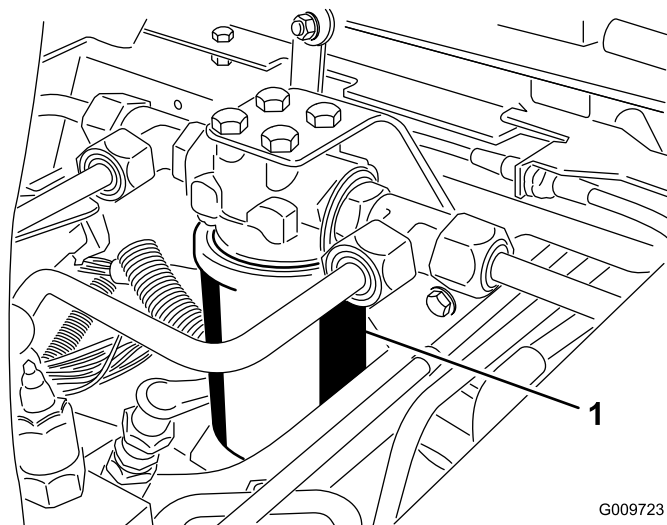
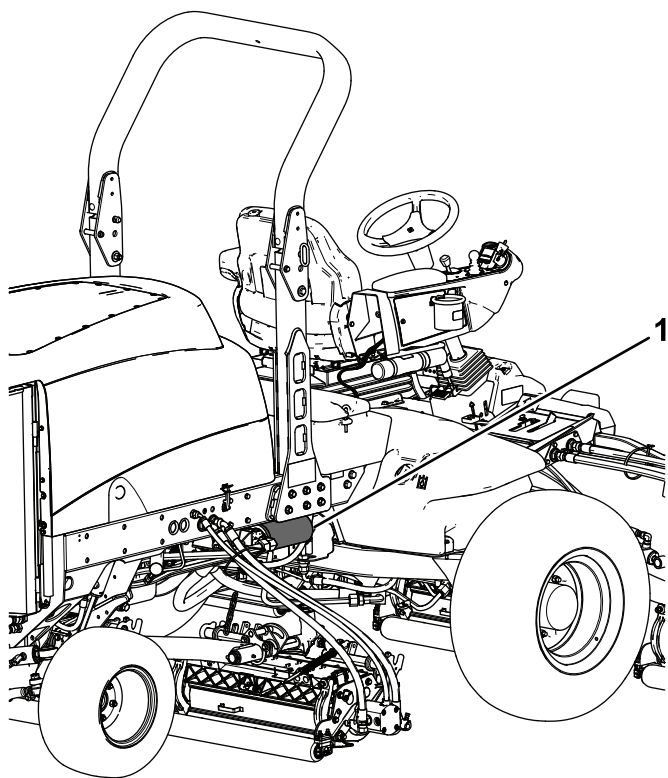

図 79
図 80
3. フィルタ図 79と図 80の取り付け部周辺をきれいにふき、下に廃油受けを用意し、フィルタを外す。